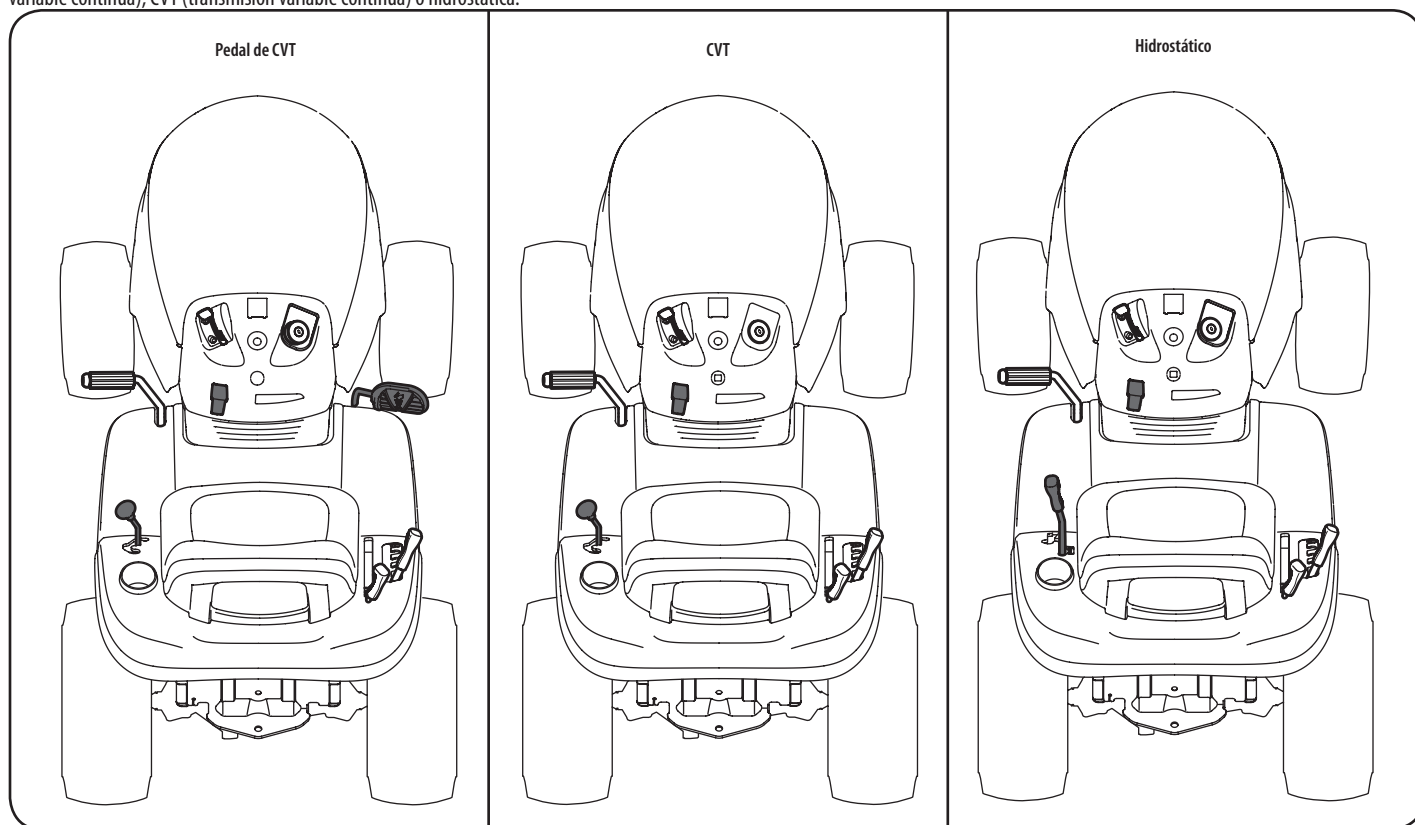

Figura 1
**NOTA:** Este manual del operador, corresponde a numerosos modelos. Las características técnicas pueden variar según los modelos. No todas las características técnicas que se incluyen en este manual se aplican a todos los modelos y la máquina que se ilustra aquí puede diferir de la suya. Consulte la Figura 1 para que coincida con su estilo de transmisión; Pedal de CVT (transmisión variable continua), CVT (transmisión variable continua) o hidrostática.